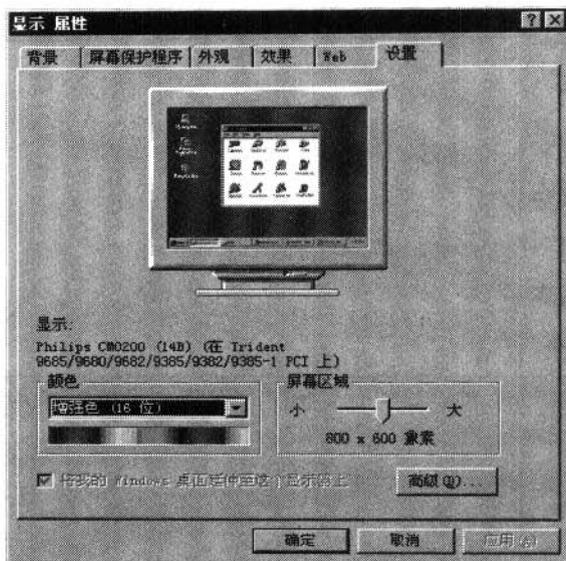

图 1-1
- (1) 点取桌面上的“我的电脑”图标。
- (2) 点取“控制面板”图标。
- (3) 点取“显示”图标。
- (4) 将出现图 1-1。